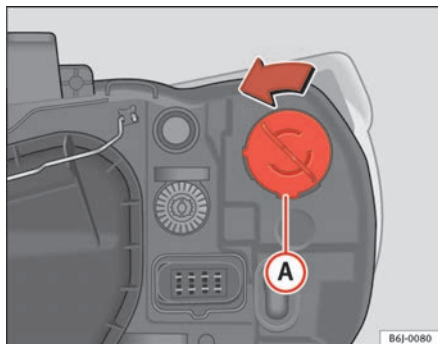

Abb. 150 Blinker bei
- Die Fassung ⇒ Abb. 150 (A) nach links drehen und ziehen.